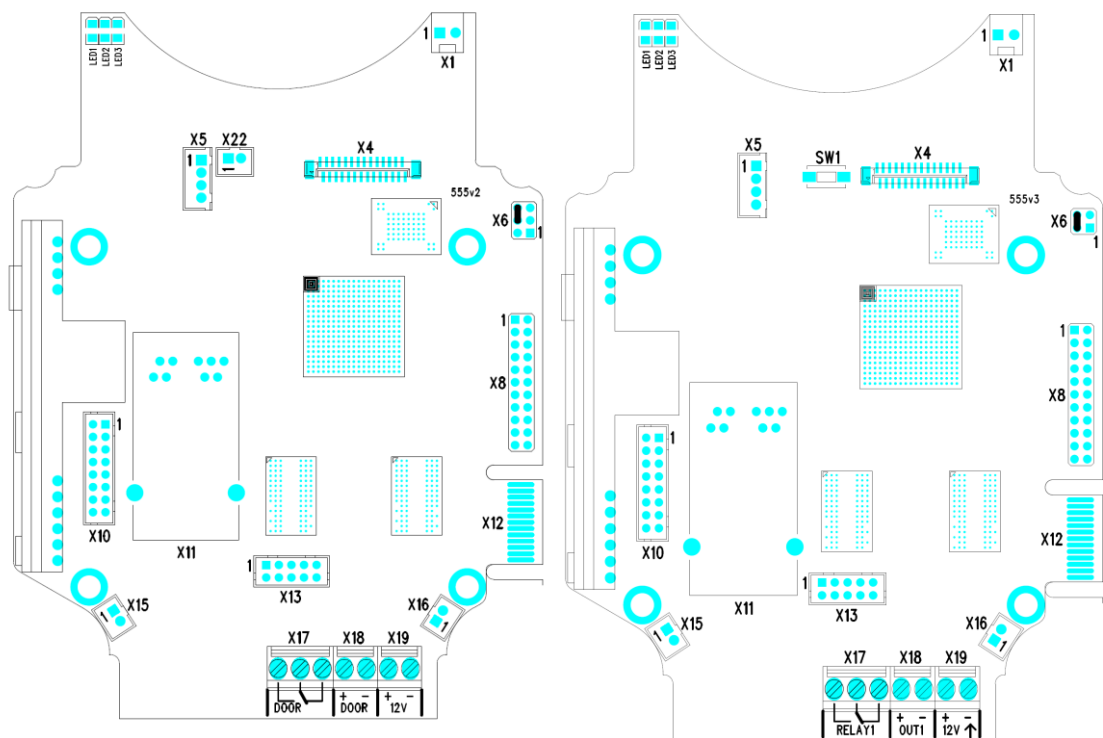

Abbildung 2.11 2N® Helios IP Safety Verbindungen, PCB-Version 555v2 und 555v3
**Abb. 2.11** zeigt die Anordnung der Verbindungen auf der 2N® Helios IP Safety Leiterplatte (printed circuit board = PCB). Kabel, Zubehör und andere Systemkomponenten sind verbunden mit den Verbindungen X1 bis X22.